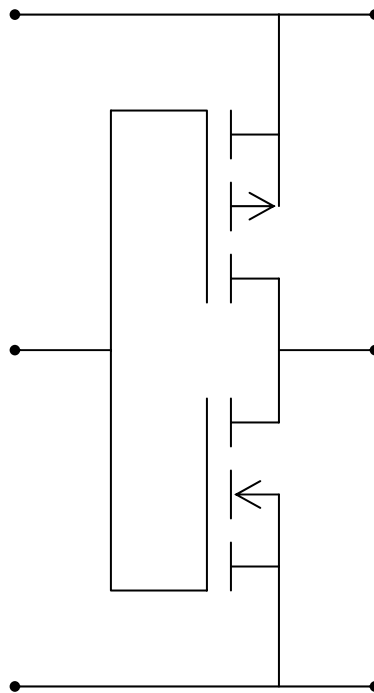

Abbildung 3.1: Schaltung mit MOS-Transistoren
- a) Gegeben sei die folgende Schaltung aus Abbildung 3.1. Beschriften Sie *Gate*, *Drain* und *Source* der Transistoren, sowie die Betriebsspannung U_B , die Eingangsspannung U_E und die Ausgangsspannung U_A an den entsprechenden Leitungen! Kennzeichnen Sie eindeutig, bei welchem der Transistoren es sich um einen n-Kanal- bzw. einen p-Kanal-Typen handelt!
- b) Welche logische Funktion führt die Schaltung in Abbildung 3.1 aus?
- c) Erläutern Sie die Funktionsweise der Schaltung aus Abbildung 3.1 in Stichworten! Erläutern Sie anhand des oberen Transistors, wann dieser Transistor in Abhängigkeit von U_E sperrt bzw. leitet!